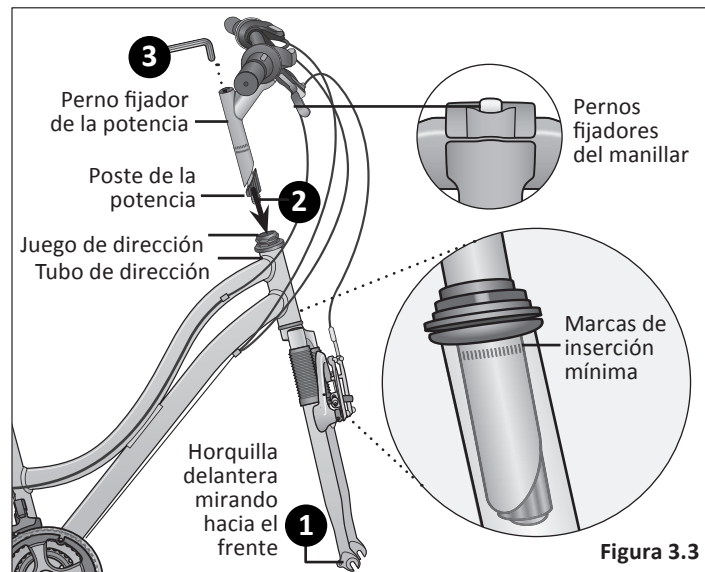

Figura 3.3
- 1 Gire la horquilla delantera para que mire hacia delante. **Figura 3.3** Coloque el conjunto del manillar sobre el tubo de dirección. Compruebe todos los cables para estar seguro de que recorran un arco suave desde la palanca de cambios o del freno hasta el freno delantero o el tope del cable en el cuadro. **¡Importante!** Si están torcidos o doblados, no funcionarán el cambio ni los frenos.
- 1 Gire la horquilla delantera para que mire hacia delante (es decir: la puntera de la horquilla está en la posición más adelantada). **Figura 3.3**